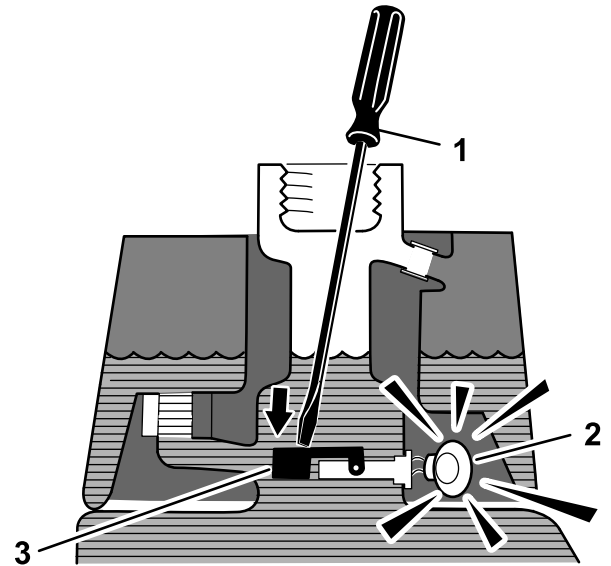

Figura 43
- Insira uma barra ou uma chave de parafusos limpa no bocal do depósito e empurre com cuidado o comutador (Figura 43) para baixo. O alarme deverá ser ativado ao fim do período de desfasamento de um segundo.